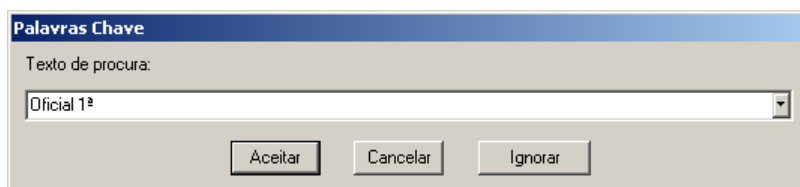

Figura 25. Caixa de diálogo onde se indica o texto a pesquisar
- Ao pressionar o ícone , aparecerá uma caixa de diálogo como a que se mostra na Figura 25, na qual, se pode introduzir uma ou várias palavras separadas por espaços em branco. O programa, procurará essas palavras, independentemente da ordem em que as introduzamos, no texto de descrição dos preços. Neste exemplo, escrevemos **Oficial 1ª**.